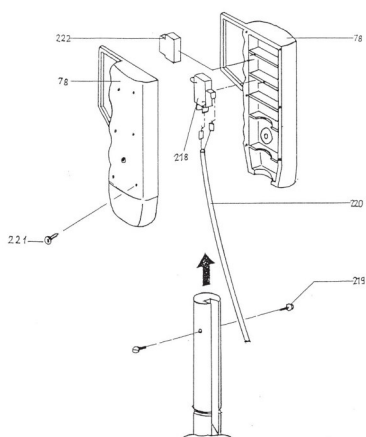

Abb. 11: Montage des Steuergriffs
Schritt 3: Den Knopf [222] und den Hebelarm [22] in den Griff einsetzen und den Griff mit den Schrauben [221 und 219] zusammenschrauben. Dabei ist darauf zu achten, dass das Kabel in die Aussparung des Hebelarms [22] eingeführt wird. Eventuell vorhandene Grate entfernen und scharfe Kanten abrunden [Abb. 11].